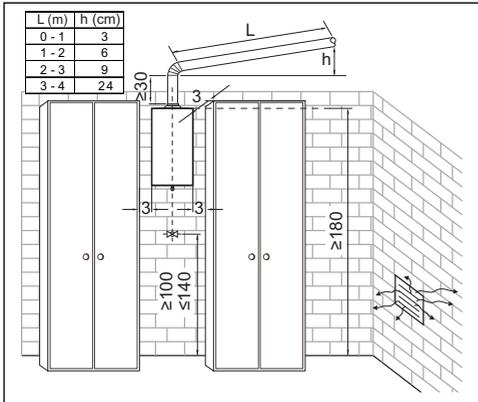

Fig. 12 Separaciones mínimas
- ▶ Monte una válvula de corte de gas según legislación en vigor (Fig. 12).
- Asegurar la accesibilidad en los trabajos de mantenimiento respetando las separaciones mínimas indicadas en la Fig. 12.